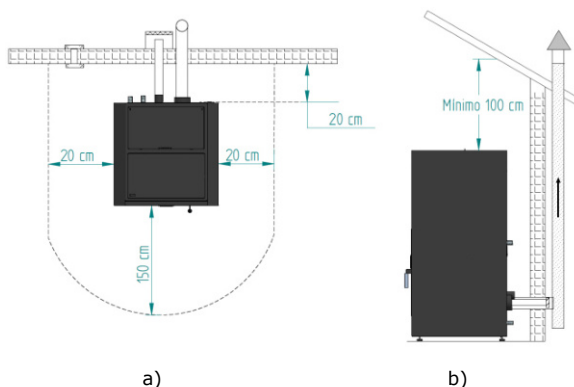

Figura 8 - Distâncias mínimas de todas as superfícies: a) vista superior da instalação do equipamento; b) vista lateral da instalação do equipamento
As distâncias mínimas da caldeira a *pellets* às superfícies especialmente inflamáveis estão representadas na Figura 8.
- Conforme indicado na Figura 8, a conduta de exaustão deve ser realizada de modo a que a limpeza e a manutenção sejam asseguradas pela inserção dos pontos de inspecção.